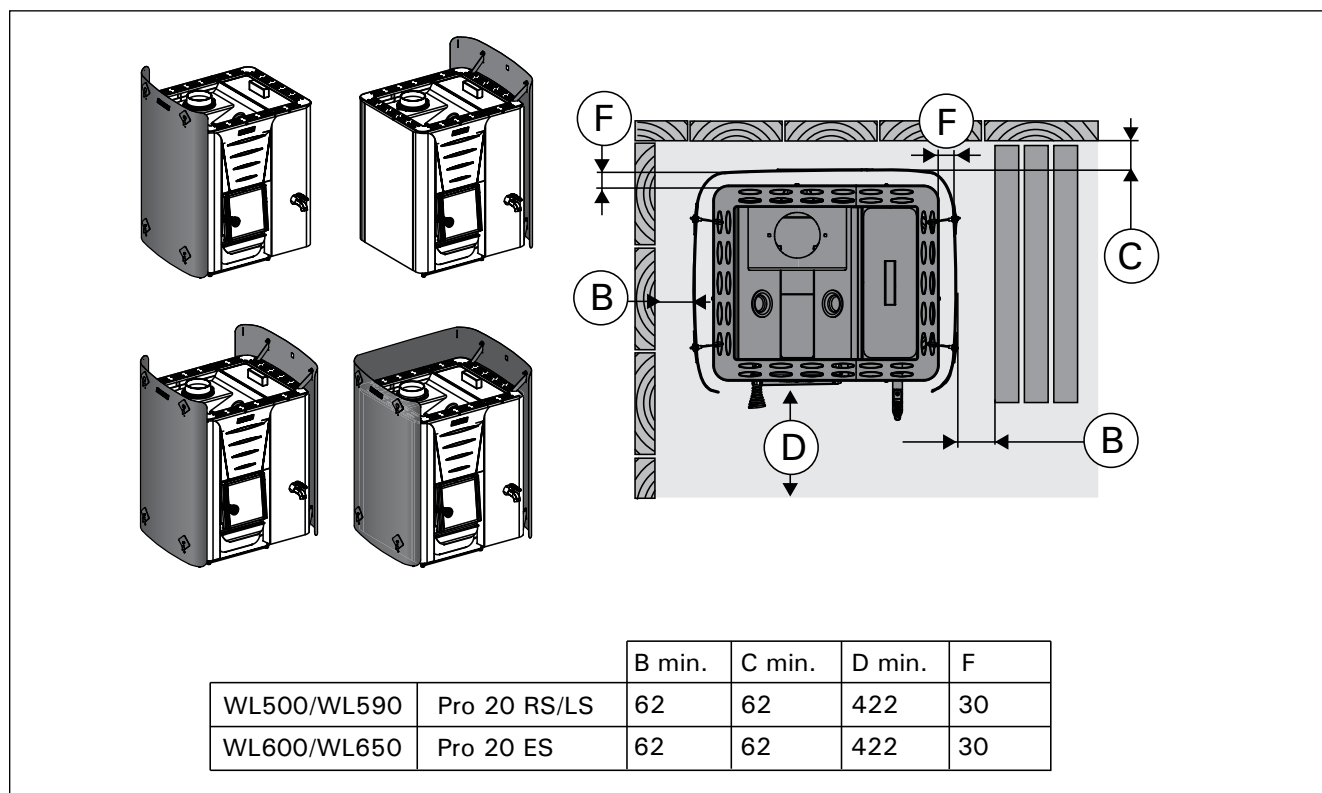

Рисунок 8. Безопасные расстояния с защитными ограждениями (все размеры приведены в миллиметрах)
- D. Защитная обшивка WL500-WL590.** Рисунок 8.
- E. Защитное основание Harvia WL110 (RS/LS), Harvia WL100 (ES)**
- E. Harvia tulekolde kaitsealus WL110 (RS/LS), WL100 (ES)**